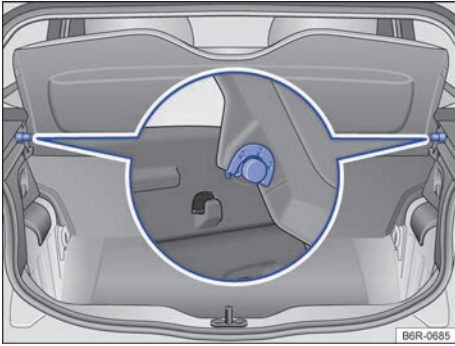

Fig. 104 En el maletero: desmontar y montar la bandeja trasera.
- Retirar la bandeja trasera de los soportes laterales por arriba → fig. 104.
- Presionar la bandeja trasera en los soportes laterales por abajo → fig. 104.